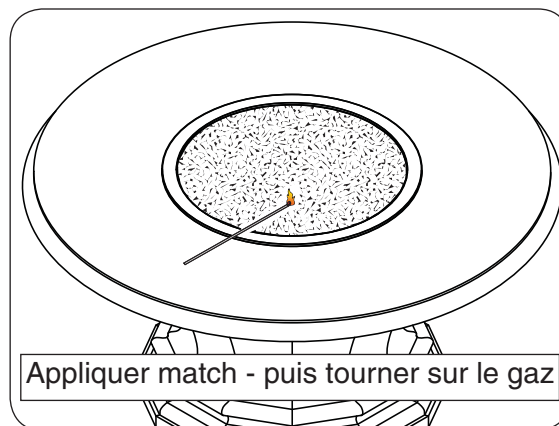

Fig. 28-1
3. Poser une allumettes à tige longue éclairé sur la surface des médias décoratifs près du brûleur (**ne pas tenir le match en main**) ou utiliser un briquet au butane long cou éclairé (Fig. 28-1).